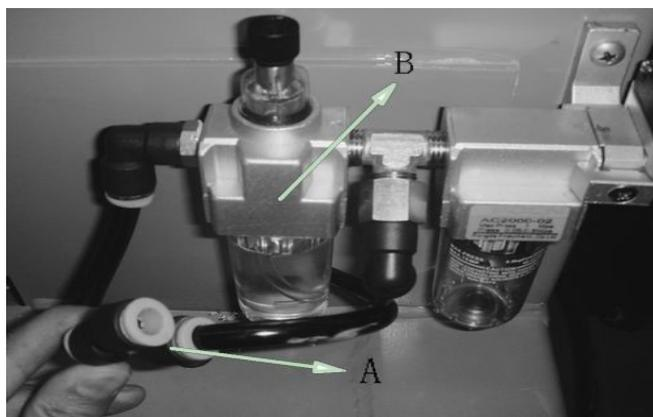

図 7-5
7.3.4 エア供給源の接続部端部からホースを取り外し、φ8 PU ホースの小さい部分を Y 字型接手に接続し、一方をエア供給源ホースに繋ぎます。(図 7-5)
7.3.5 φ8 PU ホース(図 7-5)の一端を Y 字型接手のアイドルアダプターに挿入し、もう一端をサポートアームの圧力調整バルブの吸気口に接続します。